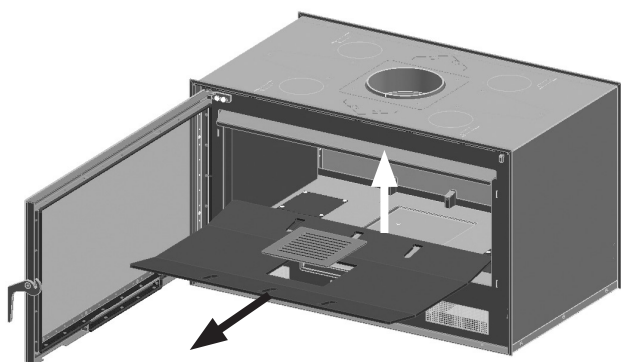

FIG. 9
1. Retire do aparelho a grelha de ferro fundido e o fundo. **Prestar atenção às peças de vermiculite, já que se podem partir.** (Fig. 9)